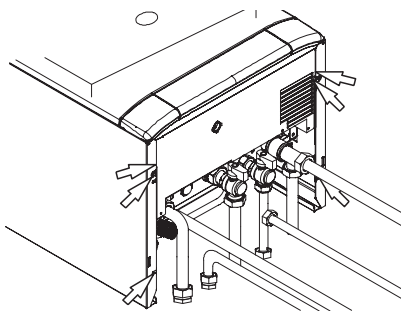

Figura 5.24
- Svitare le sei viti indicate in Figura 5.24.